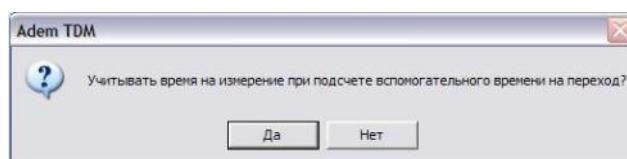

Рисунок 17. Вопрос системы
9. Система выдаст запрос «Учитывать время на измерение при подсчете вспомогательного времени на переход?» (см. рис. 17).